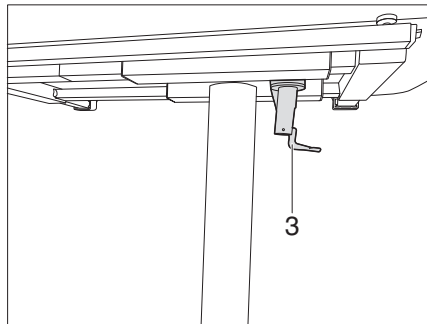

Bild 115 Lås fällbordet
- Vrid låsspaken (Bild 115,3) till höger. Lyftbordet är låst och kan inte längre förskjutas.